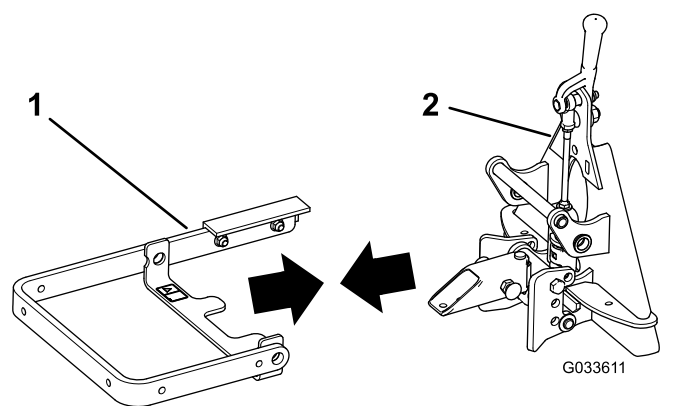

図 4
1. 昇降アームの穴を、QASアセンブリの穴に合わせる図 4。